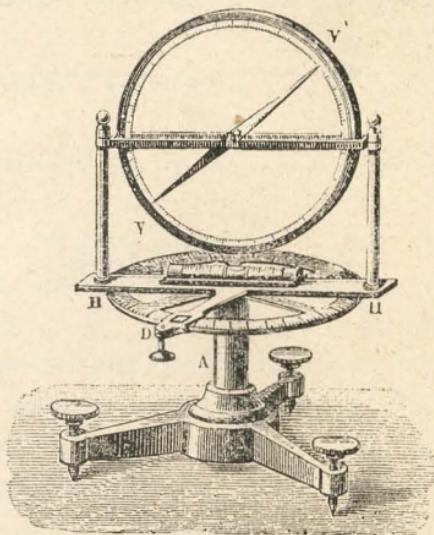

Fig. 200.—Brújula de inclinación.
*inclinación*, compuesta de una aguja imantada (fig. 200) móvil al rededor de un eje horizontal. Se coloca el aparato